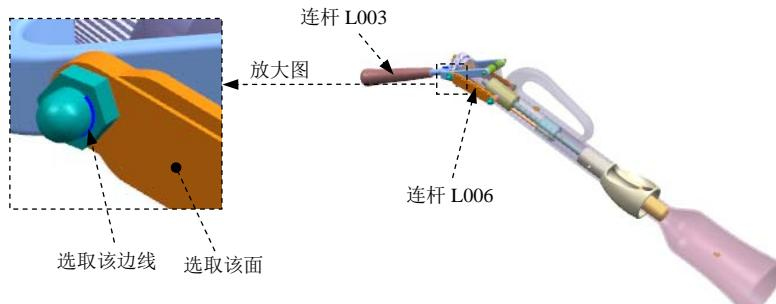

图 10.7.13 定义旋转副（三）
(1) 选择连杆。选取图 10.7.13 所示的连杆 L003。
选项，在模型中选取图 10.7.13 所示的圆弧为定位原点参照；选取图 10.7.13 所示的面作为矢量参考面。
(3) 添加啮合连杆。在“运动副”对话框的基本区域中选中  喷合连杆 复选框，单击选择连杆 (0)，选取图 10.7.13 所示的连杆 L006。
(4) 定义啮合连杆原点及矢量。在“运动副”对话框基本区域的  指定原点 下拉列表中选取“圆弧中心” 选项，在模型中选取图 10.7.13 所示的圆弧为定位原点参照；选取图 10.7.13 所示的面作为矢量参考面。
(5) 单击 应用 按钮，完成第四个运动副的添加。